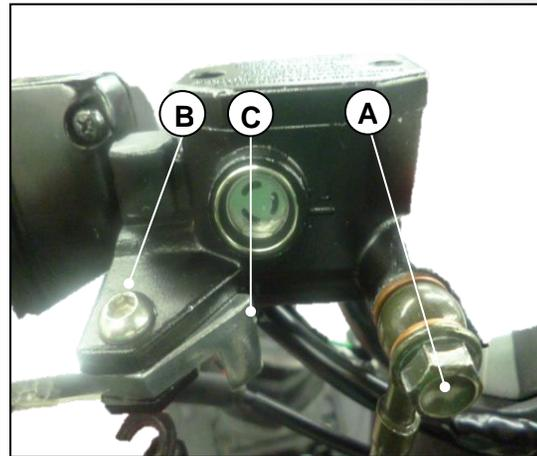

Fig. 4.12
Retire el tornillo conector de la manguera (A), la manigueta de freno (B), y el interruptor de la luz de freno (C) Fig. 4.12